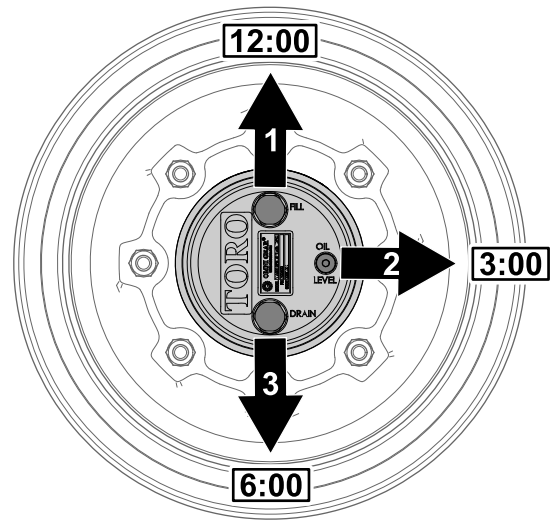

图 103
1. 将机器停放在水平地面上将车轮放置为加油塞在 12 点钟位置检查塞在 3 点钟位置排油塞在 6 点钟位置图 103。
2. 取出 3 点钟位置的检查塞图 103。油位应位于检查塞孔的底部。
1. 将机器停放在水平地面上将车轮放置为加油塞在 12 点钟位置检查塞在 3 点钟位置排油塞在 6 点钟位置请参阅 检查行星齿轮传动润滑油 \(页码 53\) 中的图 103。